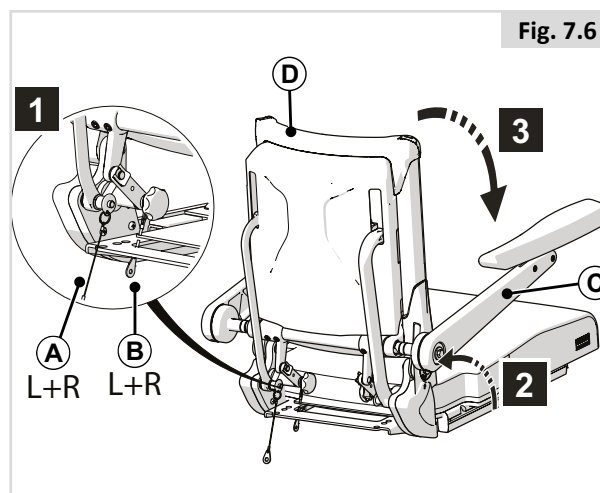

Fig. 7.6
7.5 Baixar o encosto com os apoios de braços reclináveis (Fig. 7.6)